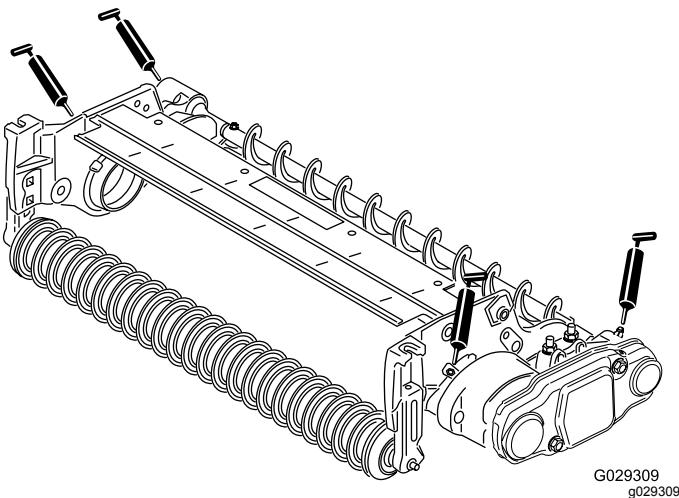

Bild 19
26. Fetten Sie die Schmiernippel an den Lagergehäusen jeder Rollenbürste und an den anderen Stellen an der Schneideeinheit mit Nr. 2 Allzweckfett auf Lithumbasis ein (Bild 19).